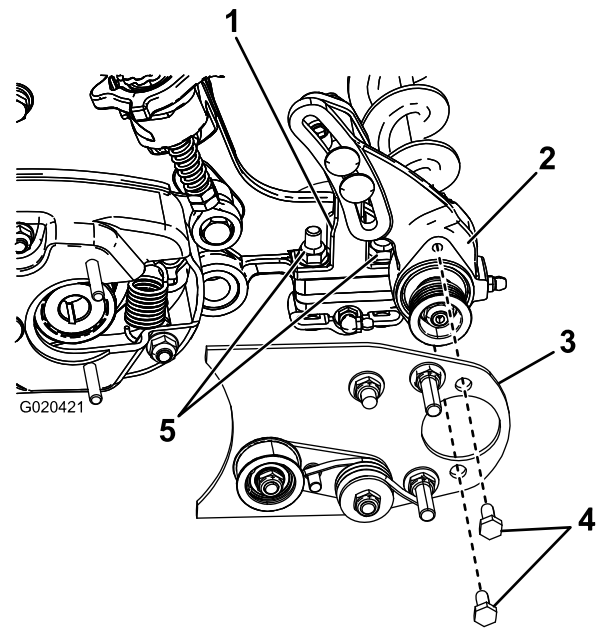

図 7
3. ボルト 5/16 x 5/8 インチ 2本に 242 ロクタイト青を塗り、これらを使ってブラシプレートをローラブラシ用ベアリングハウジングに取り付ける 図 7。